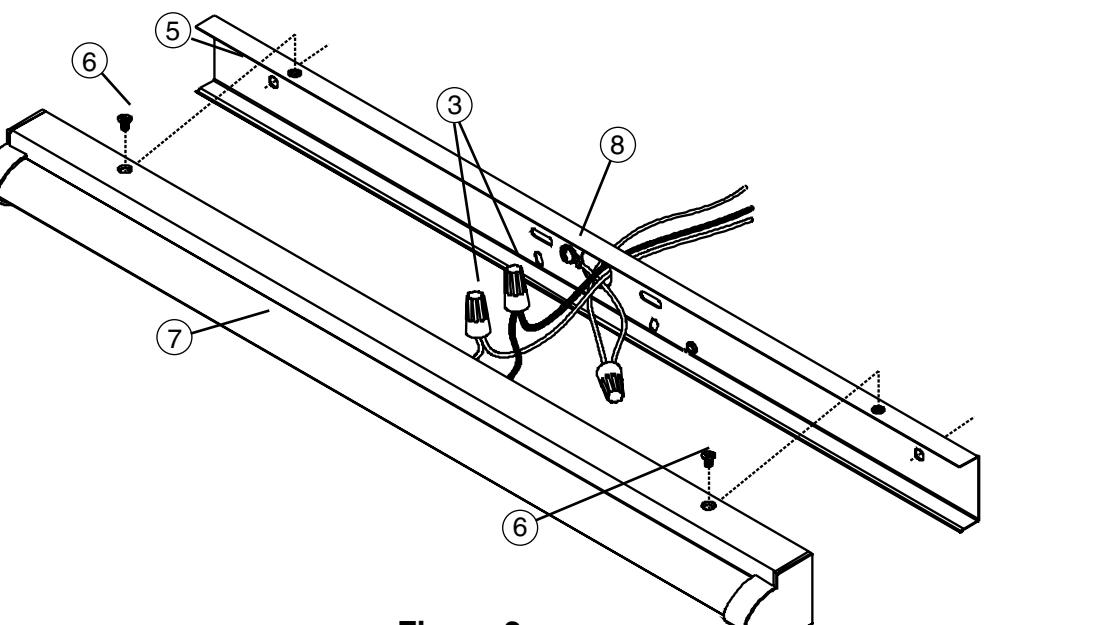

Figure 2
- 10b. Use Wirenuts (3) to connect the Green Ground Wire (8) to the bare copper ground wire, then connect the black fixture wire to the black power supply wire and the white fixture wire to the white power supply wire. See Fig. 2.
10b. Use tuercas para cables (3) para conectar el cable verde de puesta a tierra (8) al cable de cobre pelado de puesta a tierra y luego conecte el cable negro del montaje al cable de alimentación negro y el cable blanco del montaje al cable de alimentación blanco. Consulte la Fig. 2.
11. Sin apretar los cables, coloque el conjunto de la carcasa (7) sobre la placa posterior (5) con los orificios de montaje alineados. Inserte los tornillos de cabeza plana (6) y ajuste.